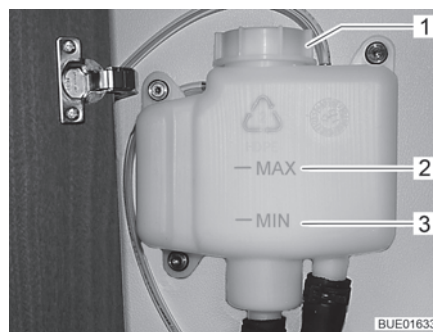

Fig. 184 Vaso d'espansione senza diaframma
- Controllare se il livello del liquido nel vaso d'espansione (Fig. 184) è tra la riga del "MIN" (Fig. 184,3) e del "MAX" (Fig. 184,2).
- Aprire il coperchio (Fig. 184,1) del vaso d'espansione.